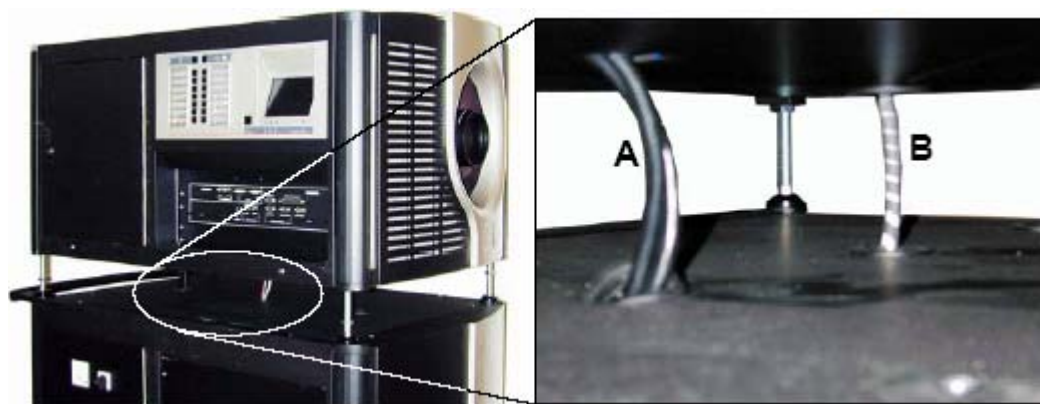

图 8-2 从数字放映机头到底座的线缆走线
1. 将两条灯的电源线（A）穿过下面数字放映机底座上的孔。（图8-2）